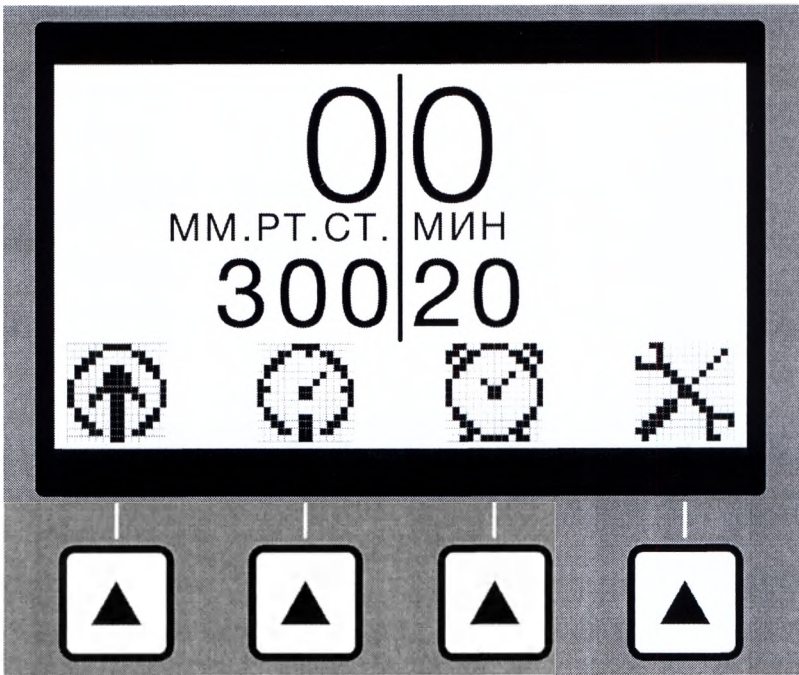

Рисунок 2. Основные элементы на дисплее, где изображено текущее и выбранное давление, прошедшее и оставшееся время таймера и символы управления.
3.1.4. Включить выключатель питания. Если после автоматической проверки прибор вывел сообщения «Техническая ошибка! Попробовать снова?» или «Замените компрессор», то действовать в соответствии с пунктами 3.2.2 или 3.2.3 из раздела 3.2. Если проверка пройдена успешно, то на дисплее отобразится главное меню (см. рис. 2).
3.2.4.5. После появления изображения главного меню (см. рис. 2), отпустить трубку манжеты.